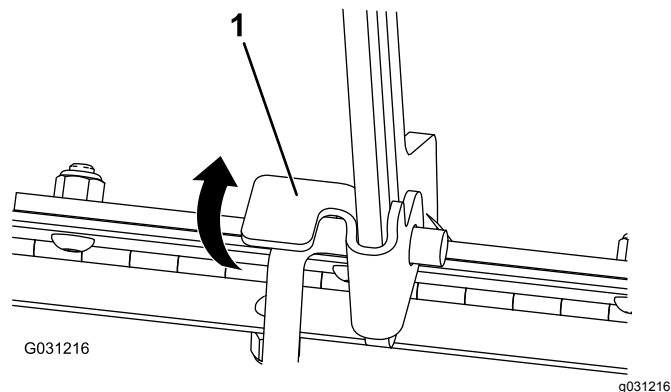

Рисунок 40
1. Приподнимите лапку, которая крепит подпорную штангу (Рисунок 40)